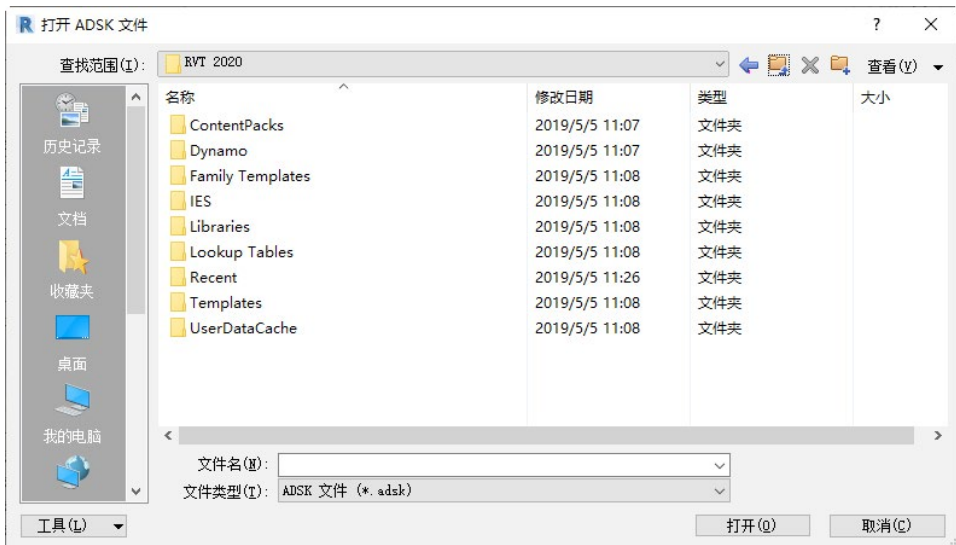

图 1-34 “打开 ADSK 文件”对话框
- 建筑构件：单击此命令，在对话框中选择要打开的 Autodesk 交换文件，如图 1-34 所示。